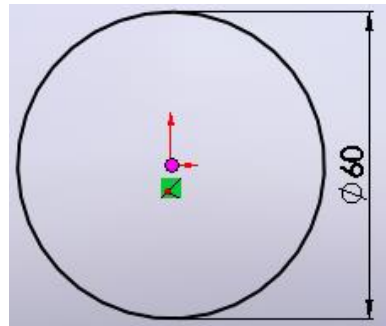

图 2-21 建立基准面
(1)建立与上视基准面距离为 200mm 的参考基准面，如图 2-21 所示。